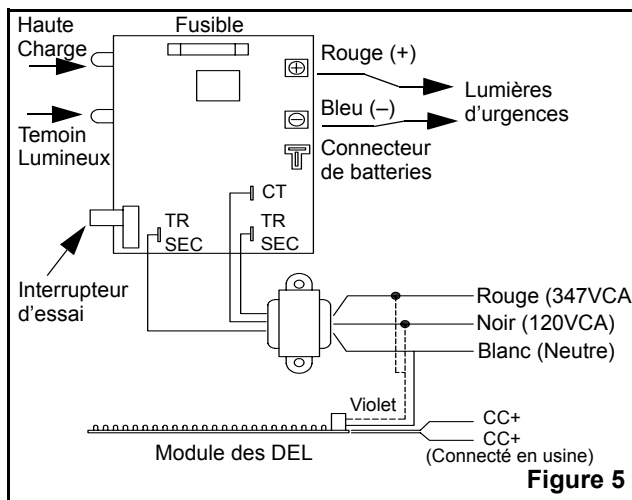

Figure 5
- Effectuer les connexions nécessaires: l'unité accepte une tension de 120Vca ou 347Vca (voir fig.5). **Pour opération à 120Vca:** raccorder le fil violets et le fil noir au service de l'édifice (120V) et le blanc au neutre. **Pour opération à 347Vca:** raccorder le fil violet et le fil rouge au service de l'édifice (347V) et le blanc au neutre. Pousser les fils dans la boîte de jonction.